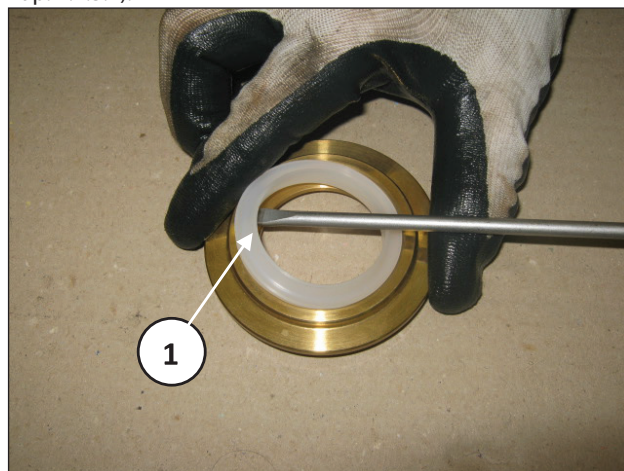

Рис. 124
Теперь можно снять масляеьное кольцо с помощью простых инструментов, как указано в поз. ①, Рис. 124, следя за тем, чтобы не повредить гнездо. При необходимости снимите распорную деталь поршня перед извлечением держателя масляеьного кольца (см. пар. 2.2.3.1).